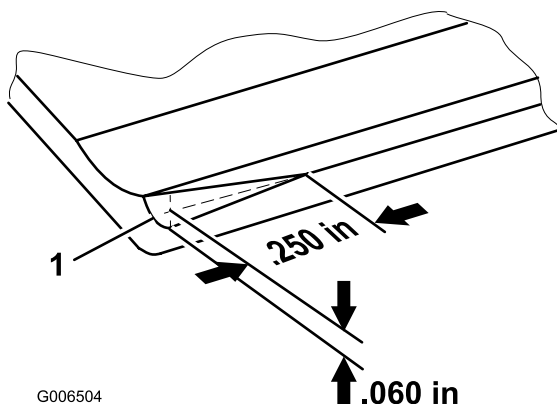

図 27
**注** 出荷時に面取りを施していますが図 27、この面取りはベッドナイフの寿命の中ほど40%でなくなりますので、再度の面取りが必要になります。